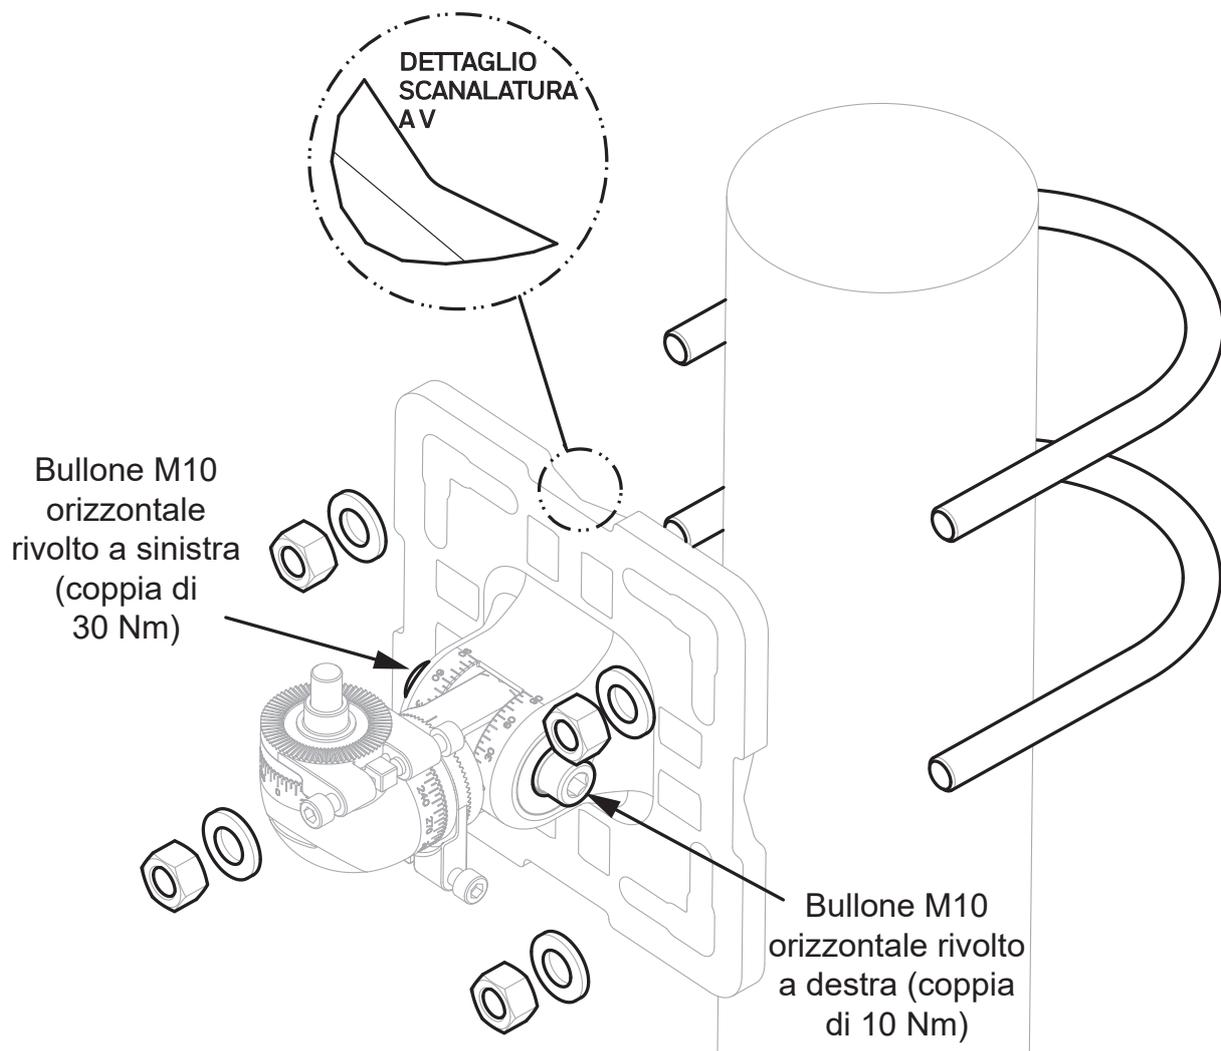

Figura 10. Staffa di montaggio universale per montaggio su palo con bulloni a U
2. Rimuovere la piastra di copertura imbullonata (Figura 10).